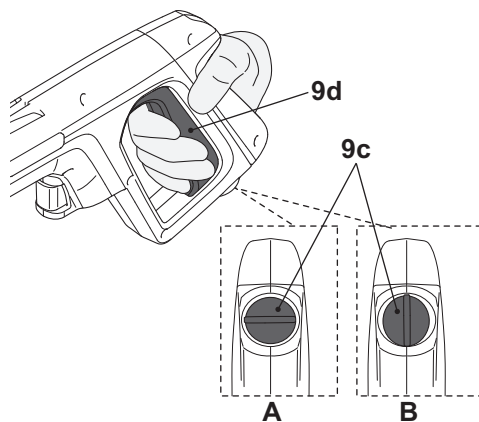

Fig. 21
1. Quando a trava do gatilho (9c) está na posição travada, o gatilho da pistola de pintura (9d) está desativado (Fig. 21, A).
1. Quando o bloqueio do gatilho (9c) está na posição desbloqueado, o gatilho da pistola para pintura (9d) está habilitado e pronto para uso (Fig. 21, B).